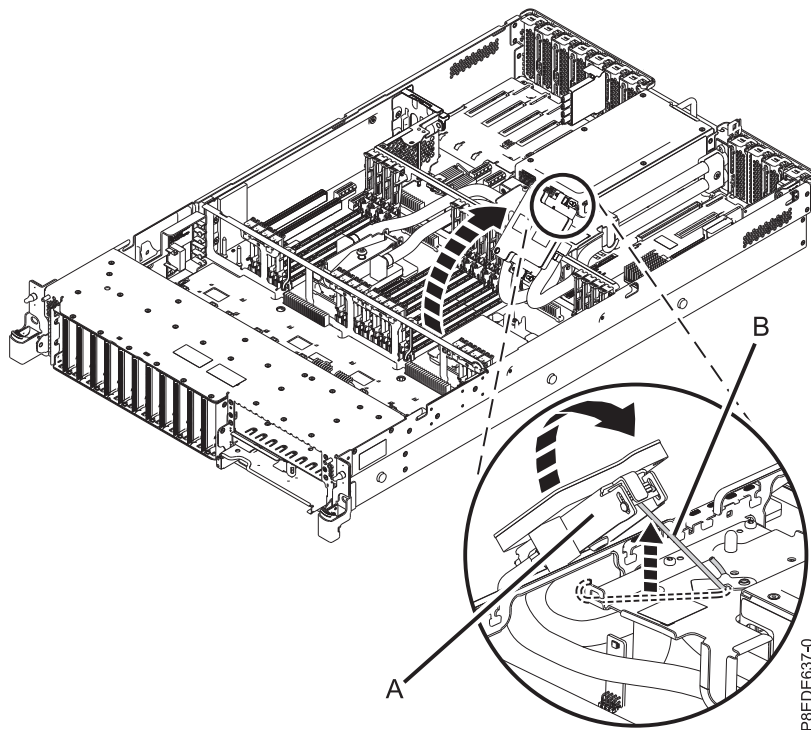

Abbildung 27. Gekühlte Platte ausbauen
- d. Heben Sie die gekühlte Platte (A) aus dem Systemprozessor, den Sie gerade ausbauen, heraus und befestigen Sie den Servicehaken (B) daran, siehe Abb. 27.